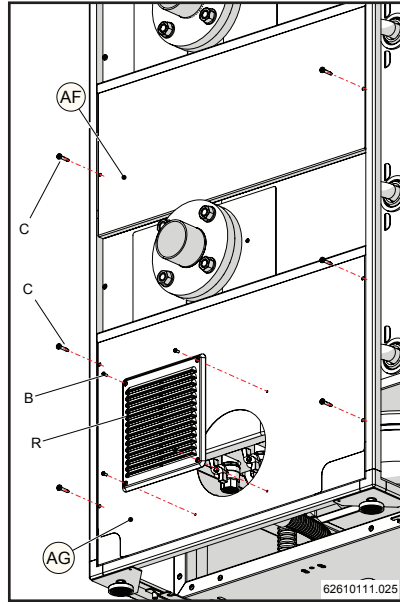

Figure 15-58
"C" (figure 15-58). Appliquer la grille imperméable "R" sur la couverture (AG) avec les vis "B", comme le montre la figure 15-58.